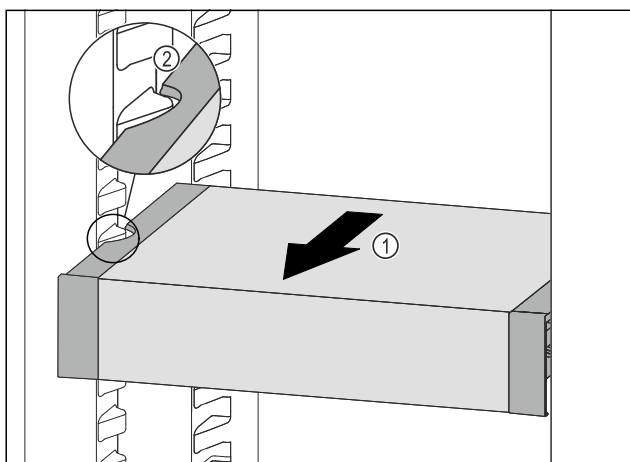

Fig. 198
- Pavelciet VarioSafe uz priekšu Fig. 198 (1), līdz Vario-Safe sānu padziļinājumi ledusskapja nodalījumā atrodas tvertnes ribas augstumā. Fig. 198 (2)